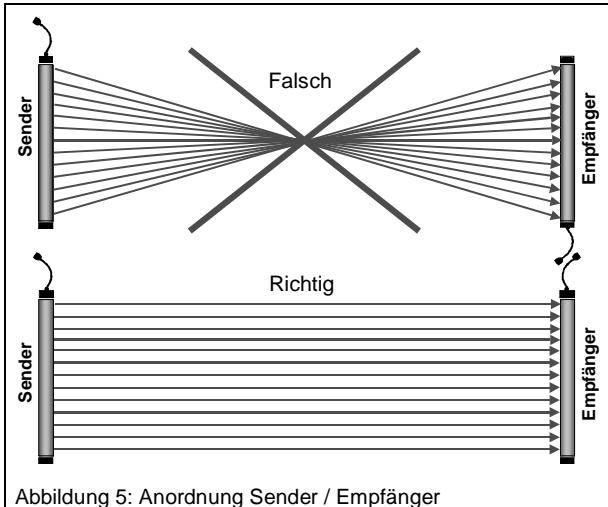

Abbildung 5: Anordnung Sender / Empfänger
- die Sender- zur Empfängerleiste nicht 180° verdreht montiert wird. Das heisst, die Anschlusskabel der Optoleisten **müssen** nach oben weggeführt werden (Abbildung 5).